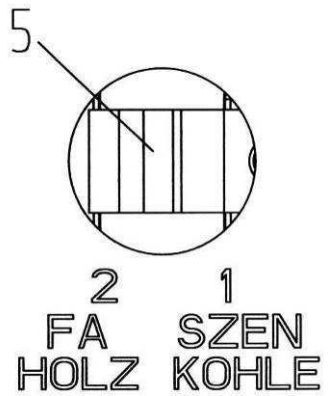

Bild 9
5. Sekundärluftregler II („2“ = Holz, „1“ = Kohle) (Bild 9)